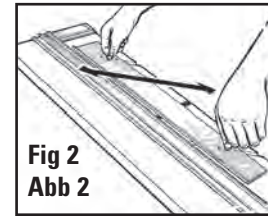

Fig 2
Pour desserrer, tourner les boutons dans le sens inverse des aiguilles d'une montre et faire glisser (Fig. 2).
Um die Passepartoutführung zu lösen, drehen Sie die Knöpfe im entgegengesetzten Uhrzeigersinn und verschieben Sie die Führung. Abb. 2
Para aflojar, gire las perillas en dirección contraria a las agujas del reloj y deslice. (Fig. 2)
Per allentare, ruotare le manopole in senso antiorario e fare scorrere. (Fig. 2)
2. Régler le guide de passe-partout à la largeur de bordure souhaitée. Par exemple, pour une bordure de 2 pouces — 5,08 cm, aligner l'arrière du guide de passe-partout au niveau du repère de 2 pouces et serrer les boutons noirs (Fig. 2).